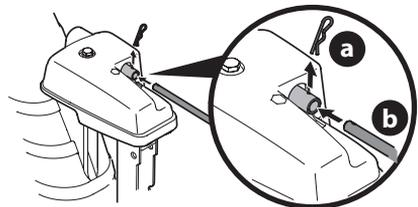

Figura 17
5. Retire el broche de horquilla (a) de la parte posterior del cabezal de control del canal (Figura 17).
6. Inserte la varilla de control del canal (b) en la parte posterior del cabezal de control del canal (Figura 17) y fije con el broche de horquilla (a) que extrajo en el Paso 5.